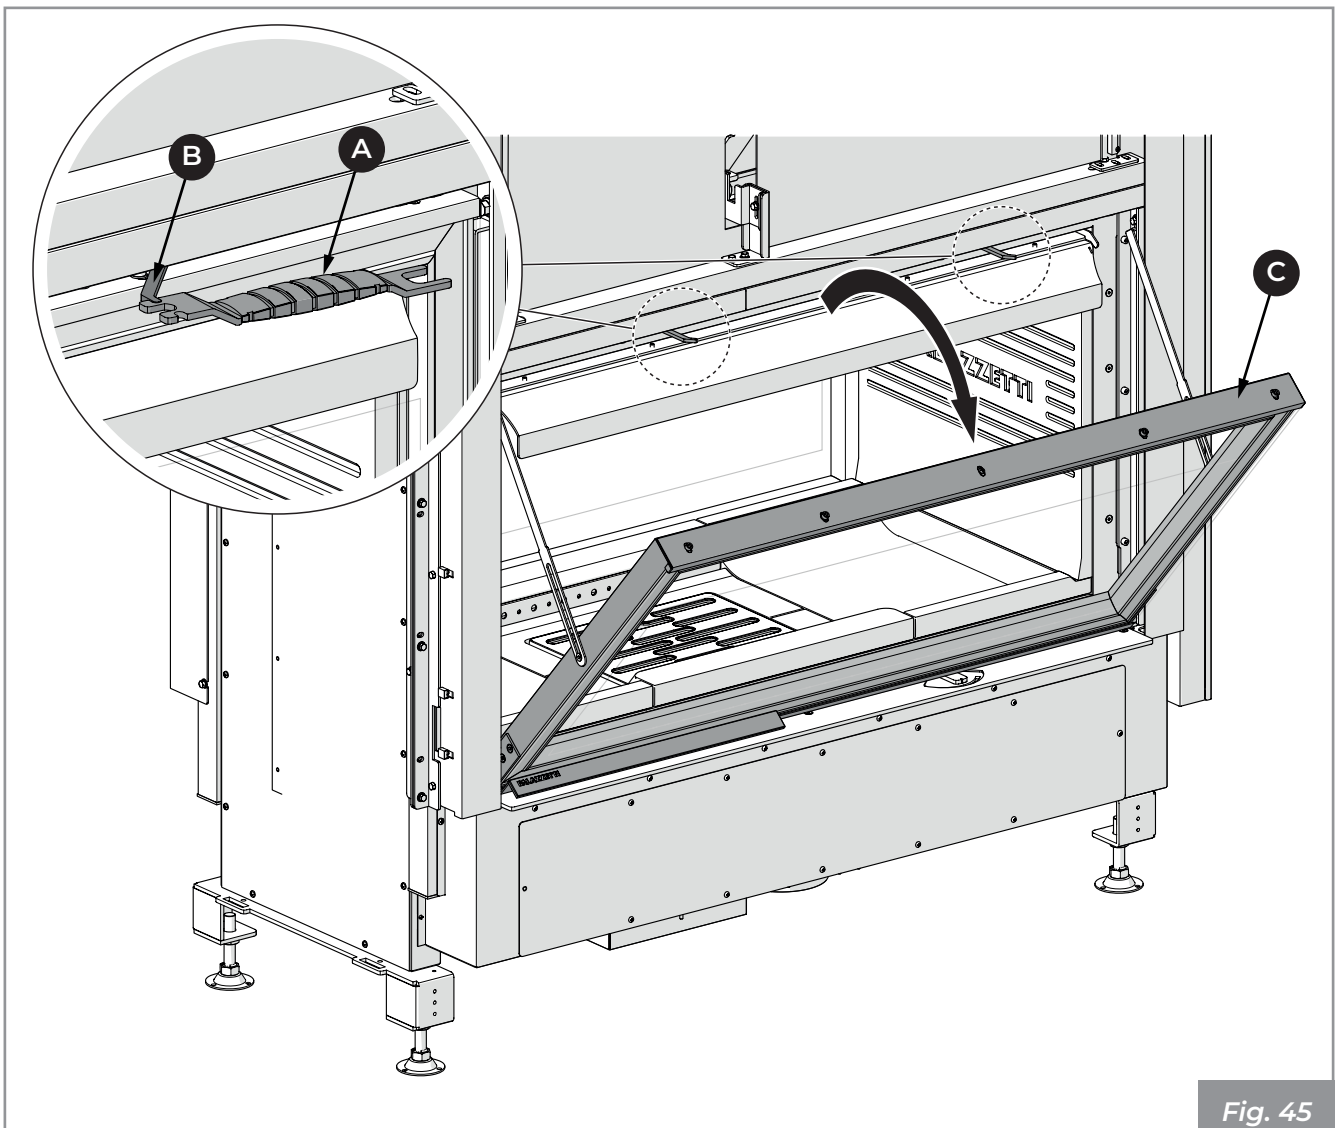

Fig. 45
- 1) Utiliser la poignée froide (A) pour tourner le levier (B).
- 2) Ouvrir la porte (C) en l'accompagnant jusqu'à l'extension complète de sbras de support (Fig. 45).